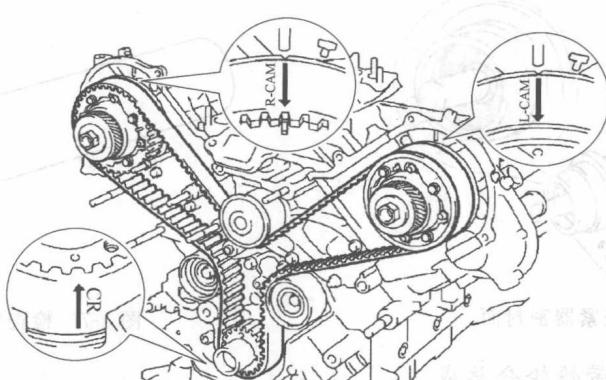

图 1-4 检查正时带的安装标记
- b. 如果要重复使用皮带，则检查正时皮带上的安装标记。如图 1-4 所示，通过转动曲轴，检查并确认皮带上有 3 个安装标记。